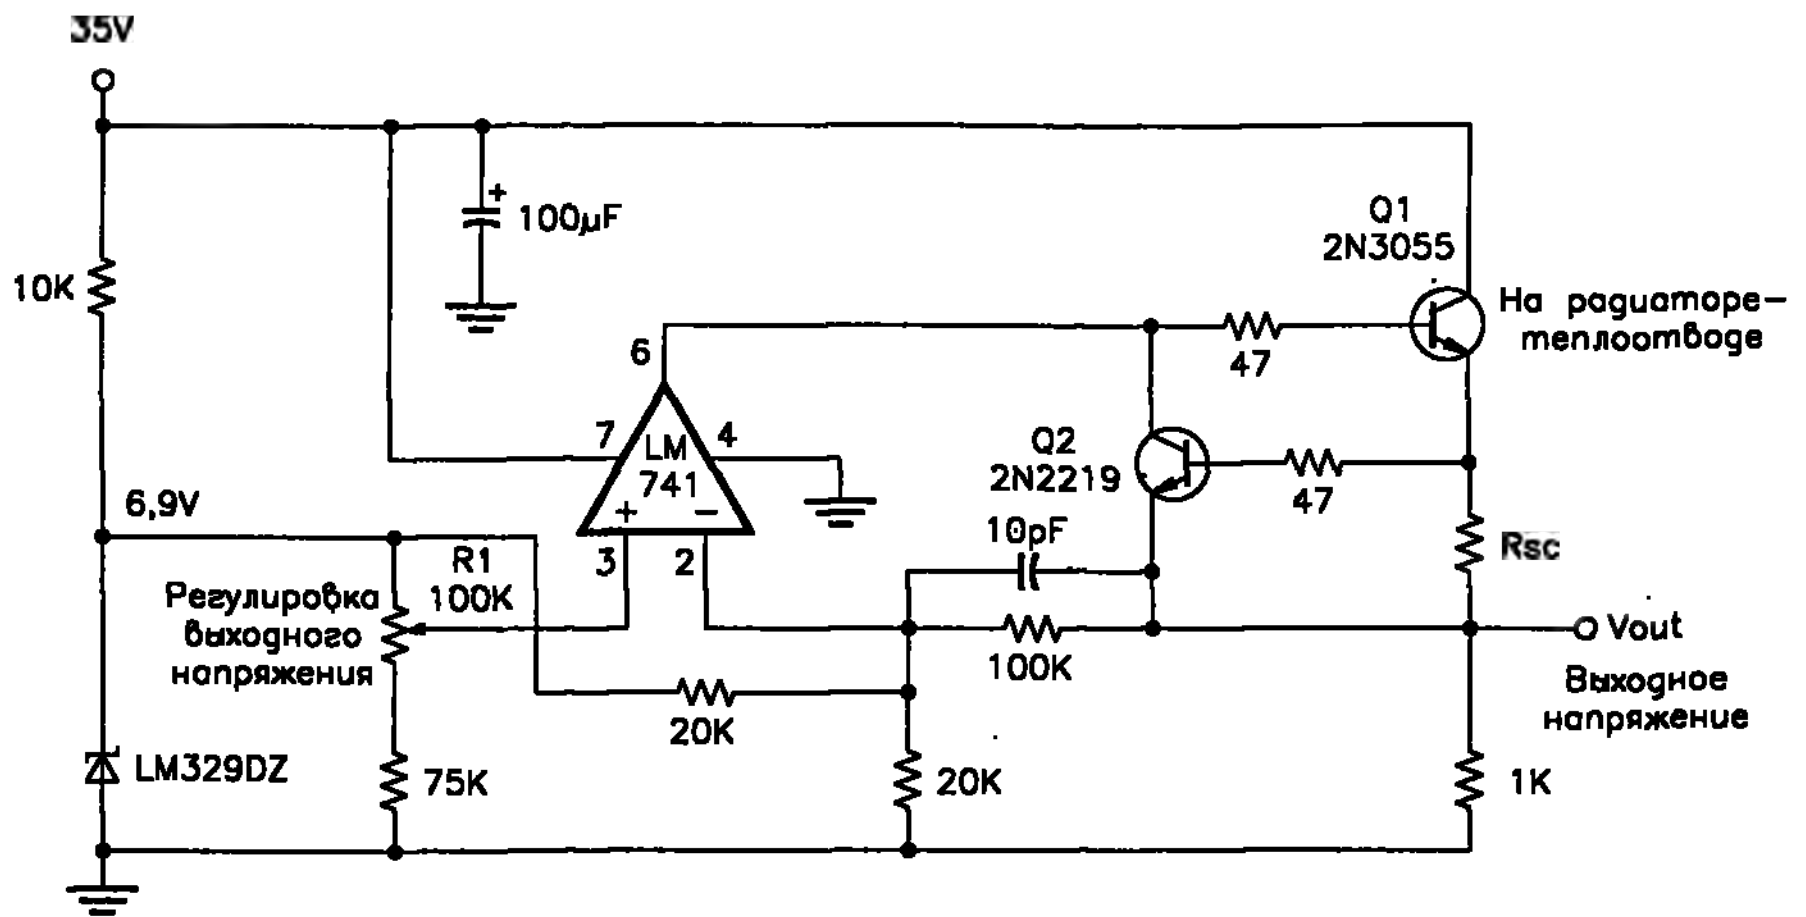

Рис. 2.5. Специальный источник питания
7. Стабильные источники питания. Эти устройства должны иметь средства грубой и точной регулировки, а также возможность установки ограничения уровня тока. Чаще всего дискретные органы управления не всегда подходят, так как они не позволяют плавно уменьшать или увеличивать напряжение, одновременно следя за изменениями в работе схем по показаниям осциллографа. Если выходной конденсатор источника питания вызывает проблемы, то наверняка захочется приобрести источник питания, выходная цепь которого, подобно выходному каскаду операционного усилителя, не содержит конденсаторов. Вы можете купить подобный источник питания или сделать его самостоятельно, используя для этого операционный усилитель и несколько транзисторов. Преимущество источника питания, изображенного на рис. 2.5, в том, что его можно спроектировать с отличными импульсными характеристиками. (Для повышения скорости используйте быстродействующий ОУ типа LF356 вместо медленного LM741.) Кроме того, если исследуемая схема защелкнется и закортит источник питания, то саморазрушения этой схемы в результате разряда конденсатора большой емкости не произойдет. Раз уж мы затронули тему питания, то упомянем еще одно средство, применяемое для поиска неисправностей, – блок батарей. Можно использовать набор из одной, двух или четырех 9-вольтовых батарей, никель-кадмиевых, щелочных или любых других первичных источников питания, подходящих и доступных для ваших целей. Батареи могут служить альтернативным источником питания для малошумящих предусилителей: если уровень шумов в выходном сигнале предусилителя не снизился после замены обычного источника питания на батареи, то не стоит винить питание во всех проблемах разработанной схемы. Батареи также можно использовать для питания и других малосигнальных устройств, к примеру запаянных в металлические корпуса, не загрязняя их сигналы какими-либо внешними источниками шума.